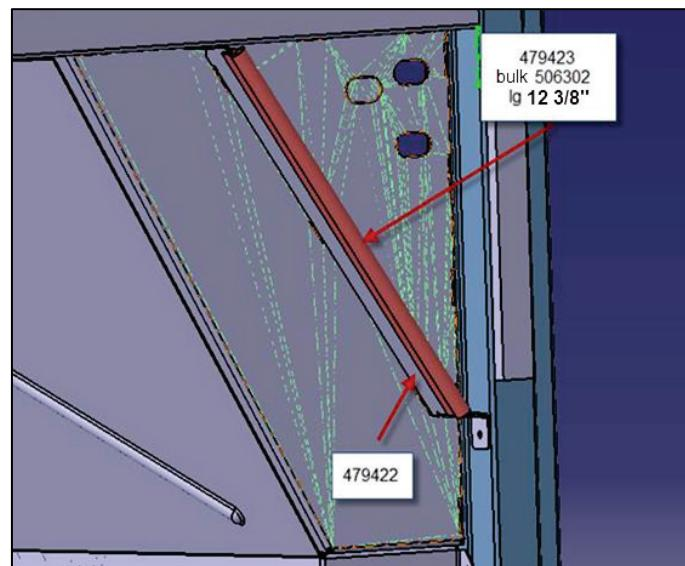

Figure 13
10. Ajouter le protecteur #479423 et la garniture #479422 (12 3/8" long). (Fig. 13& 14)